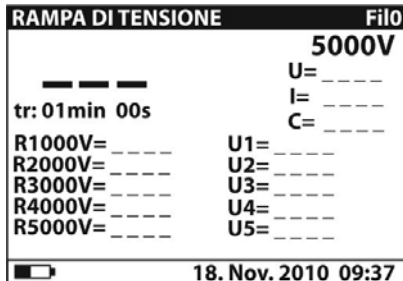
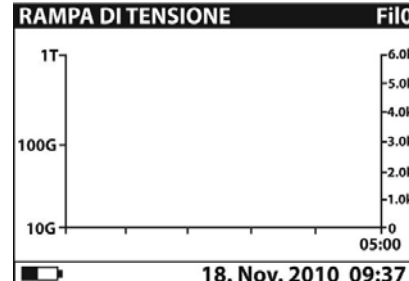

Fig. 34: Videata iniziale numerica
Fig. 35: Videata iniziale grafica
2. Selezionare con i tasti freccia **▼** o **▲** la voce "RAMPA DI TENSIONE" sul menu principale e confermare con il tasto **SELECT**. La videata di Fig. 34 è mostrata dallo strumento. Nel caso in cui l'opzione Grafico R(t) sia **attivata (ON)** premere i tasti freccia **▼** o **▲** per passare alla videata grafica di Fig. 35